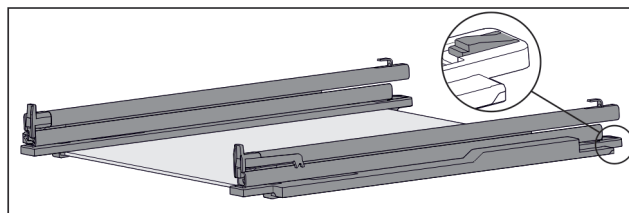

Fig. 109 Стекла́нная пластина с направляющими и крепежными элементами
- ▶ Крепежный элемент сзади прижмите вниз (см. Fig. 109) и одновременно отодвиньте направляющую назад.